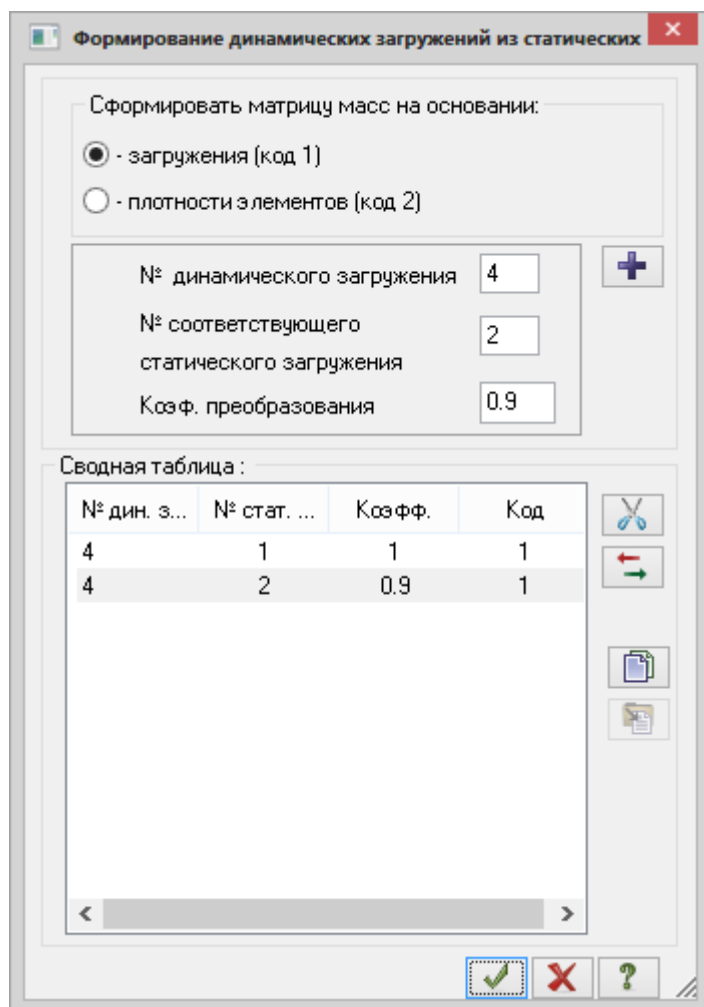

Рис.5.23. Диалоговое окно **Формирование динамических нагрузений из статических**
- Вызовите диалоговое окно **Формирование динамических нагрузений из статических** (рис.5.23)